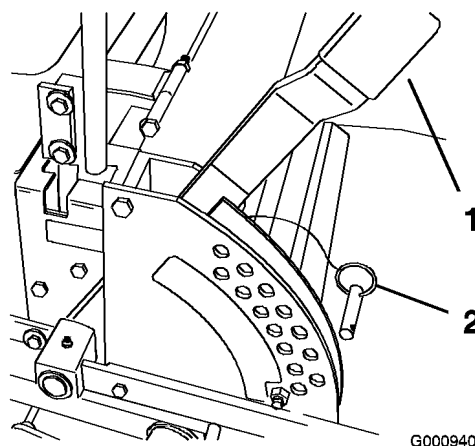

Figura 19
1. Levante la palanca de ajuste de la altura de corte a la posición de transporte (que es también la posición de altura de corte de 114 mm) (Figura 19).
2. Para ajustarla, retire el pasador del soporte de altura de corte (Figura 19).
3. Seleccione un taladro del soporte de altura de corte que corresponda a la altura de corte deseada, e inserte el pasador (Figura 19).